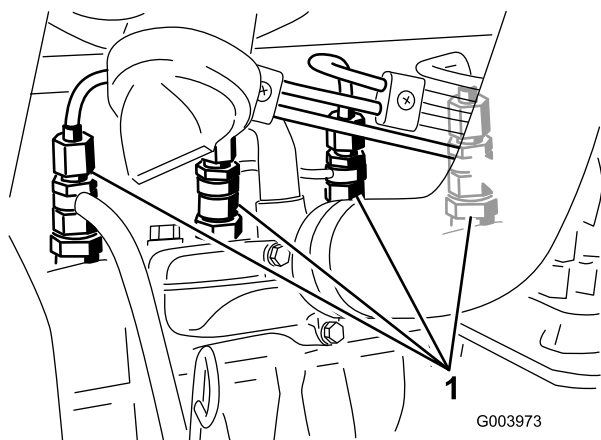

Figure 44
1. Desserrez le raccord entre l'injecteur N° 1 et le porte-injecteurs (Figure 44).